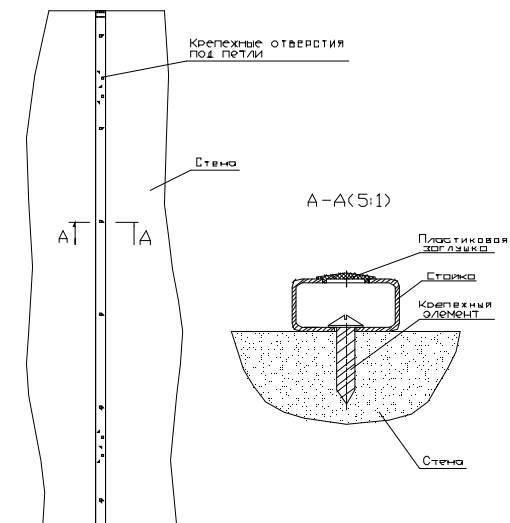

Рисунок 3
- 3.6. Просверлить отверстия в проеме и закрепить стойку с помощью анкерных болтов выдерживая вертикальность (рис.3).
- 4.3. Проверить соответствие размеров **В** и **Н** накладной внутренней рамы размерам дверного проема в стене. Установить внутреннюю раму в дверной проем, выдерживая вертикальность стоек, проверить горизонтальность поперечины и размеры по диагоналям. Разметить и просверлить места крепления рамы к стене (рис. 3). Предварительно закрепить раму на 4-5 саморезов.